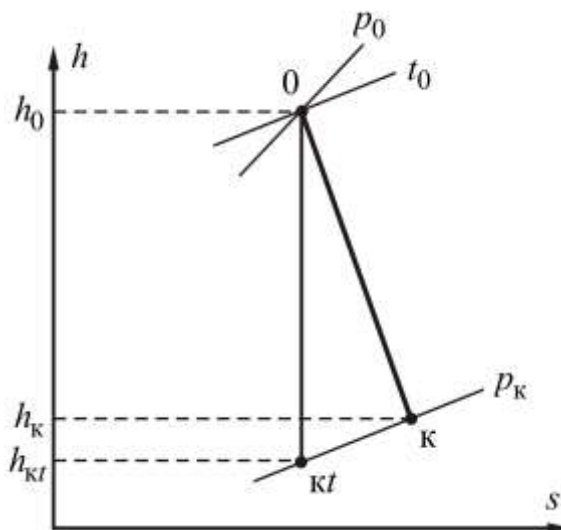

Рис. 2. Процесс расширения пара в турбине в  $h-s$ -диаграмме:
2. Построим процесс расширения пара в турбине в  $h-s$ -диаграмме (рис. 2).
где  $h_0$  – энтальпия пара на входе в турбину – точка 0 (рис. 2). Определяется из таблиц свойств воды и водяного пара по  $p_0$  и  $t_0$ .